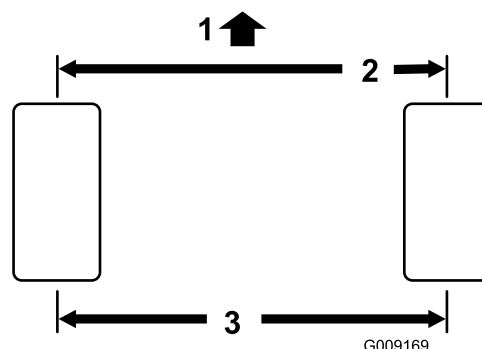

Bild 91
- Messen Sie den Abstand vorne und hinten an den Lenkreifen Mitte-zu-Mitte (auf Achshöhe). Der Wert für vorne darf höchstens 3 mm kleiner sein als der Wert für hinten (**Bild 91**).